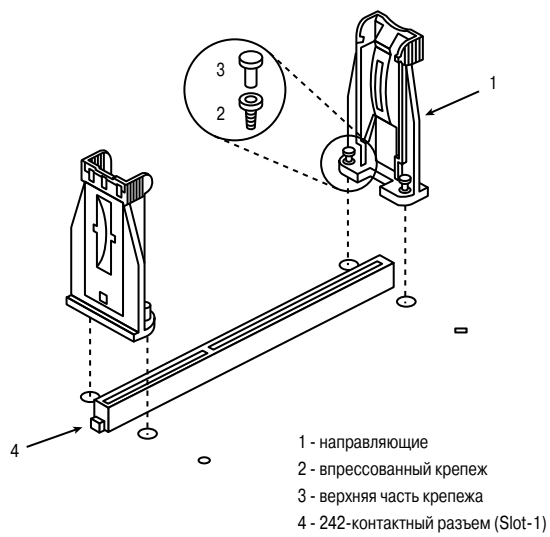

Рис. 22.5. Универсальный крепежный механизм процессора
- Для разъемов типа *slot* необходимо установить универсальный крепежный механизм, который состоит из стоек крепления процессора и механизма поддержки теплоотводного элемента. Большинство процессоров для разъема slot поставляются с установленным теплоотводным элементом — активным или пассивным. Перед установкой процессора в разъем системной платы необходимо смонтировать универсальный крепежный механизм (рис. 22.5). Для этого по обеим сторонам разъема процессора на системной плате установите крепежные стойки. По направляющим этих стоек процессор будет устанавливаться